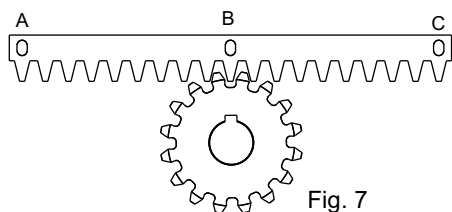
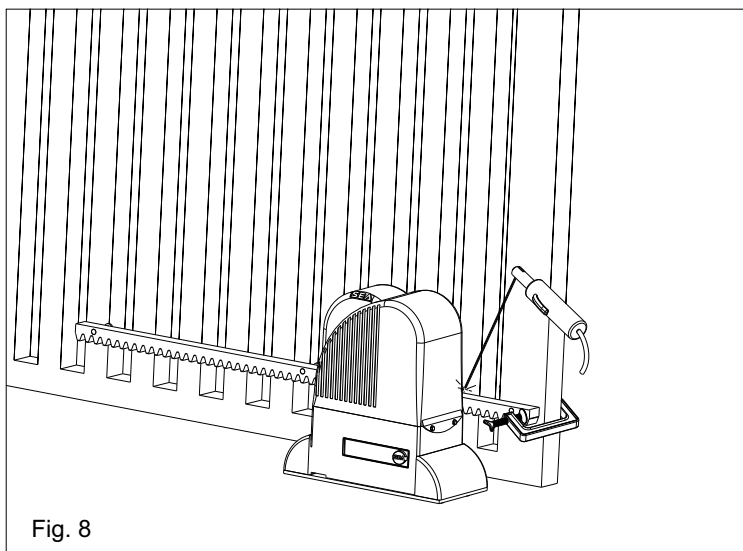

Fig. 7
Fig. 8
**5.3.** appoggiare l'elemento di cremagliera al pignone dentato del motoriduttore in modo che risulti parallelo alla guida a pavimento del cancello, posizionarlo come in Fig. 7 e puntare con elettrosaldatura il nottolino centrale B alla struttura del cancello (Fig. 8). Spostare manualmente il cancello fino a portare il nottolino C in corrispondenza del pignone, quindi puntare con elettrosaldatura. Effettuare la stessa operazione per il nottolino A dopo averlo portato in corrispondenza del pignone;